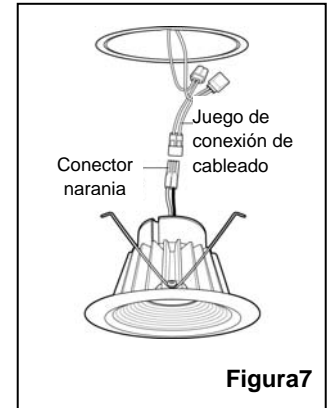

Figura 7
3. Retire el adaptador de enchufe de la caja. Corte ambos cables del adaptador junto al adaptador de enchufe y lejos del conector naranja; luego, deseche el portalámpara. Retire los dos (2) conectores de empalme rojo de la bolsa del juego del cableado. Forme pares con los cables conectores de la carcasa y los conectores naranjas por color hasta cada uno de los conectores rojos. Coloque el elemento de inserción de metal con forma de U en los cables y apriete con fuerza. Cierre la tapa para sujetar y aislar la conexión. (Consulte la figura 7).